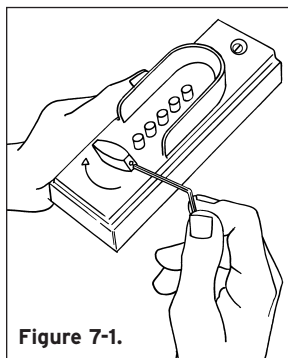
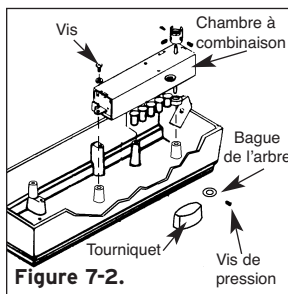
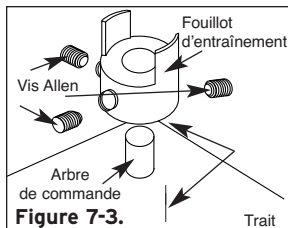

Figure 7-1.
Figure 7-2.
Figure 7-3.
- 3) Utiliser une clé Allen de 1/16" pour desserrer les trois vis de pression du tourniquet (**voir Figure 7-1**). Retirer le tourniquet et la bague (**voir Figure 7-2**).
Avant de passer à l'étape 4, marquer d'un trait le fouillot d'entraînement et le couvercle de la chambre à combinaison afin de pouvoir remettre le fouillot dans sa position initiale (**voir Figure 7-3**).
- 4) À l'aide de la clé Allen de 5/64" fournie, desserrer les trois vis Allen du fouillot d'entraînement afin de retirer le fouillot de l'arrière de la chambre à combinaison (**voir figure 7-3**).
- 6) Desserrer les deux vis qui fixent la chambre à combinaison, puis retirer la chambre du boîtier de serrure (**voir Figure 7-2**).
- 20) Placez le hub d'entraînement sur l'axe de commande et insérez les trois boulons à tête creuse Et les fixez (**voir Figure 7-3**). Placez la chambre de combinaison dans le bloc de verrou avant et attachez-la avec les deux vis (**voir Figure 7-2**).
- 21) Placez la douille et tournez le bouton en arrière sur l'axe de chambre et serrez solidement (**voir Figure 7-2**).